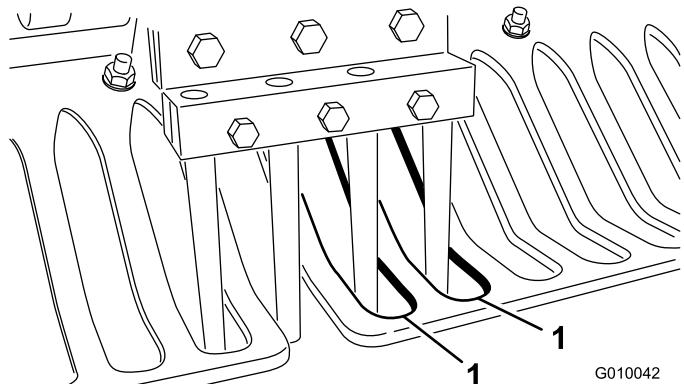

**Bild 26**
5. Setzen Sie Stacheln in den zweiten und fünften Stachelhalter ein (Bild 26). Ziehen Sie die Schrauben fest.